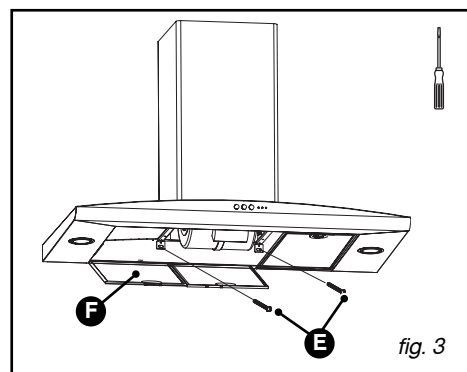

fig. 3
– Avvitare le due viti dal basso (E/fig.3).